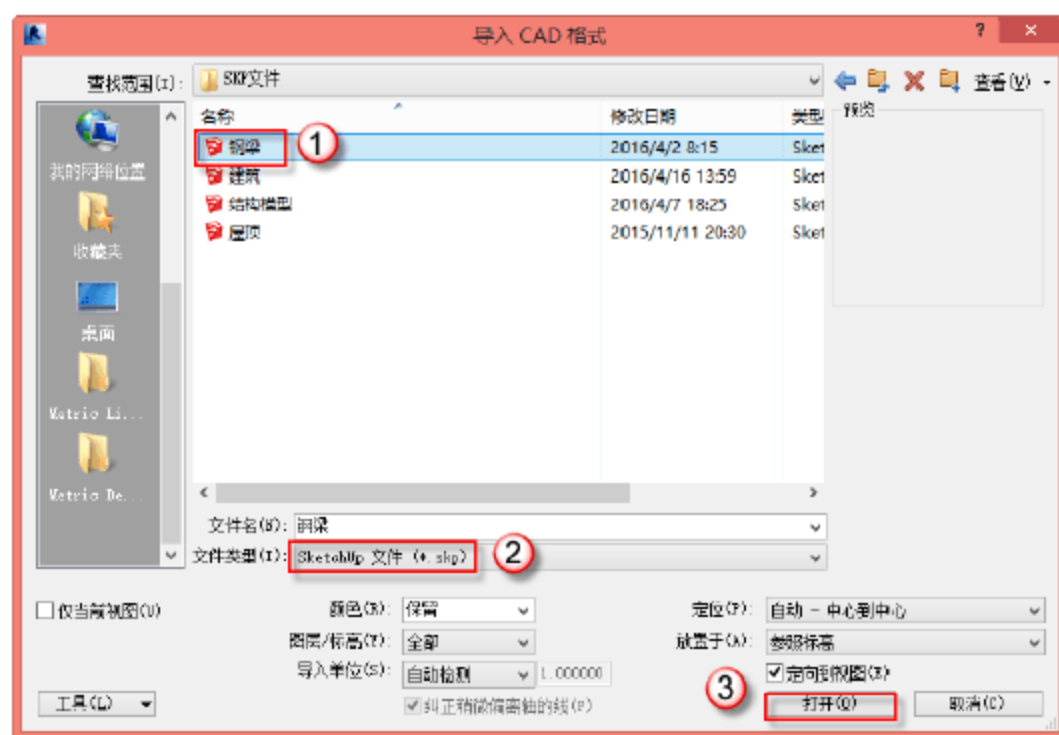

图 8.1.17 导入骨架
(3) 导入配套资源中的 SketchUp 文件。选择“插入”→“导入 CAD”命令，在弹出的对话框中选择对应文件夹，将文件类型更改为 SketchUp 文件，选择需要的文件，单击“打开”按钮，如图 8.1.17 所示。